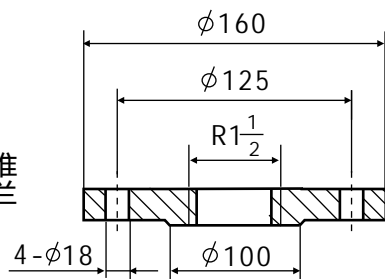

图 6 标准法兰尺寸
- 1、棒式探极为管螺纹安装或法兰安装（可配图 6 所示带螺纹法兰），可根据现场情况采取顶装或侧装。
- 4、同轴探极为管螺纹安装或法兰安装（可配图 6 所示带螺纹法兰），安装方法同棒式探极，应注意使壳体接通大地。